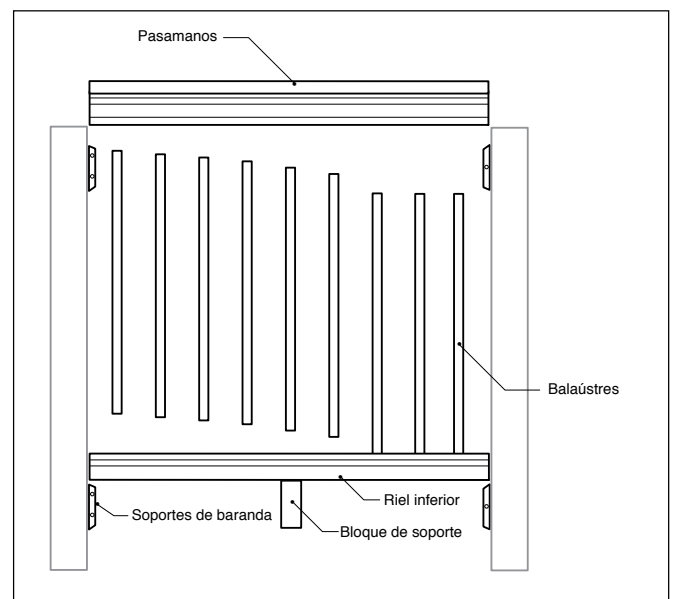

Fig. 2
Paso 5: Fija el riel inferior de 2x4, con los orificios hacia arriba, usando los soportes del riel DeckoRail de 2x4. Inserta los balaústres en los orificios pretaladrados. **(Fig. 2)**
Paso 6: Fija el pasamanos alineando los orificios con el balaústre en un extremo del riel y continuando hacia el extremo contrario, asegurándote de que todos los balaústres queden fijos entre los dos rieles. **(Fig. 2)**